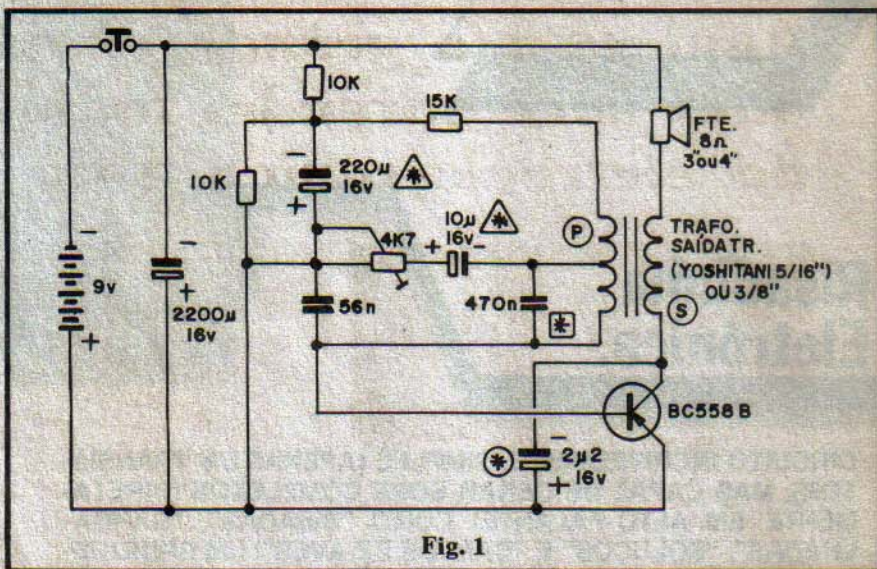

Fig. 1
A fig. 1 mostra o "esquema" da RISEL, com sua incrível centralização em um único transístor BC558B (que pode, na verdade, ser experimentalmente substituído por qualquer outro PNP de silício, baixa ou média potência, alto ganho, para uso geral em áudio). Basicamente trata-se de um oscilador que funciona por realimentação indutiva (proporcionada pelo transformador de saída). O secundário (S) do transformador, diferentemente da ligação ortodoxa, não fica em paralelo com o alto-falante, mas em série com este, formando assim a carga de coletor do transístor (recebendo, assim, a corrente já amplificada pelo BC558B).
Conforme foi dito no início, são muitas as possibilidades de se "fuçar" no circuito, buscando novos efeitos, ou mesmo um "aperfeiçoamento" do riso básico, se este não estiver "ao gosto do freguês". Seguindo a TABELINHA DE MODIFICAÇÕES, o hobbysta experimentador poderá obter muitos sons que, eventualmente, nada mais terão que ver com "risada"... Piados, cacarejos, soluços e coisas assim, poderão ser conseguidos a partir de modificações experimentais nos valores dos componentes-chave (aqueles indicados com asteriscos, no "esquema" da fig. 1).